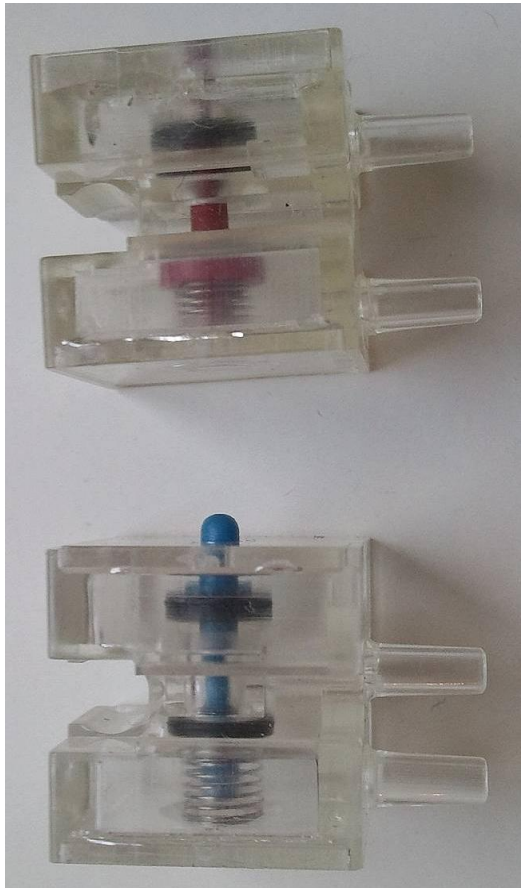

Abb. 15: Detailansicht der Festo-Ventile
- Links daneben finden sich zwei *Festo-Ventile*. Die heißen so, weil sie von der in Pneumatik-Kreisen weltbekannten Firma Festo für fischertechnik entwickelt wurden (Abb. 15).